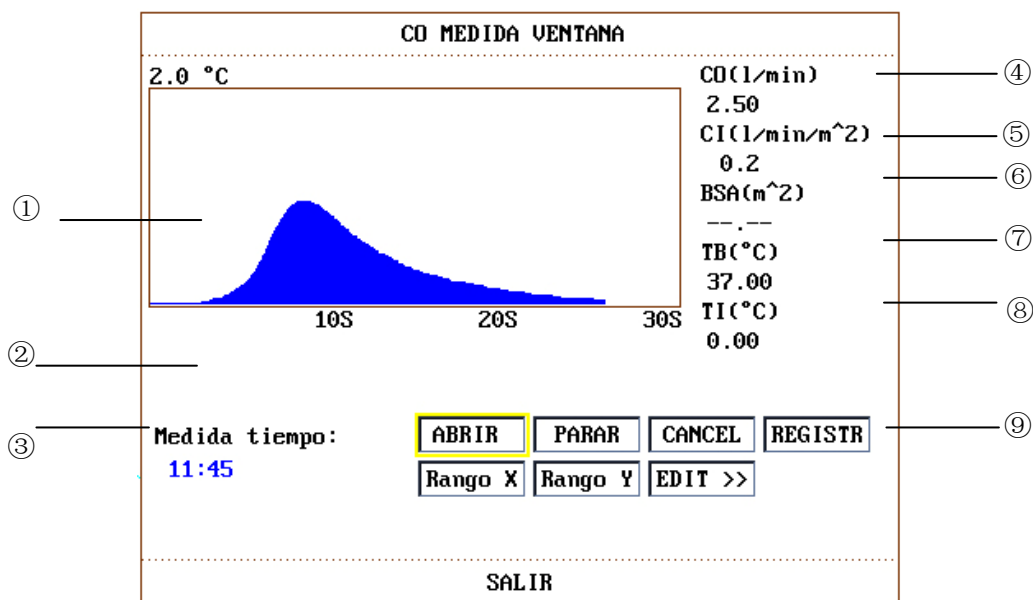

Figura 18-2 C.O. MEDIDA VENTANA
La medición debe iniciarse cuando el mensaje “**AVIE NUEVO MEDICION**” (Listo para una nueva medición) aparezca en la pantalla (② en la Figura 18-2). Presione el botón **START** e inicie la inyección. La curva de termodilución, la temperatura sanguínea actual y la temperatura de inyección, son mostradas durante la medición. El dibujo de la curva parará automáticamente cuando la medición termine, y el C.O. y CI (④ y ⑤ en la Figura 18-2) serán calculados y mostrados en la pantalla. El monitor también mostrará el C.O. en el Área de Parámetros, como también el tiempo restante para la próxima medición (② en la Figura 18-2).
Para asegurar la certeza de la medición, se sugiere que se tenga un intervalo de tiempo razonable entre las dos mediciones consecutivas. La duración del intervalo puede ser fijada en el menú **AJUSTE C.O.** (Unidad de tiempo: segundo). El contador del intervalo de tiempo (② en la Figura 18-2) es mostrado en la pantalla. La próxima medición no puede ser realizada hasta que el tiempo se reduzca a cero y el mensaje de aviso “**AVIE NUEVO MEDICION**” (Listo para la nueva medición) aparezca.